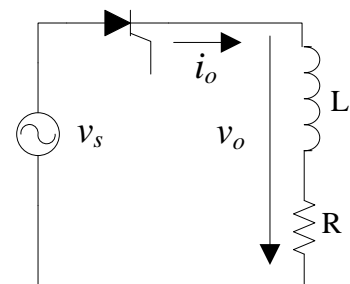

Figura 6 – Retificação controlada de meia onda
- Estabeleça as ligações referentes à Figura 6 usando para a alimentação a mesma fase definida como tensão de sincronismo (L1). Ajuste a carga para $R = 300 \Omega$ e $L = 0,8 \text{ H}$.